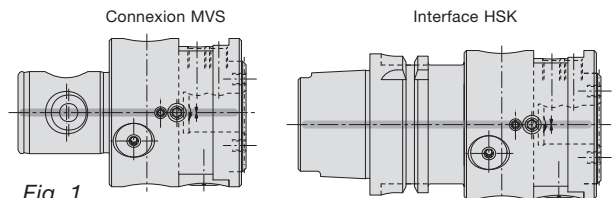

Fig. 1
- Du côté machine, l'outil est équipé d'un attachement Wohlhaupter **MULTI-MORSE**® ou avec HSK version mono-bloc (Fig. 1). D'autres attachements sont disponibles sur demande.